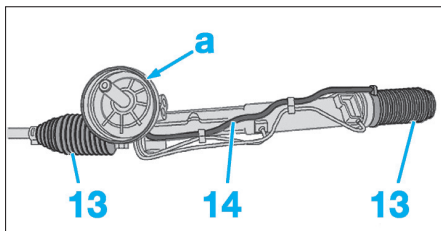

Fig. 23
- Graisser la portée (En "a") (Graisse LUBRICOMET SP70) (Fig.23).
- Vérifier le bon bridage du tuyau (14) et de son emboîtement sur les soufflets (13).